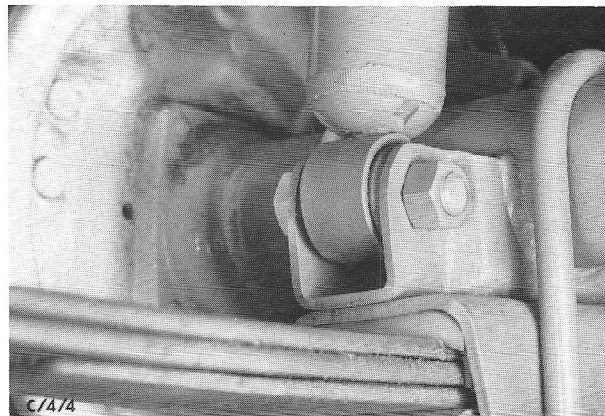

Fig.18 Onderste bevestiging schokdemper.
11. Bevestig de schokdempers aan de achterbrug (fig.18). Sluit de remslang op de remleiding aan. Ontlucht het remsysteem.